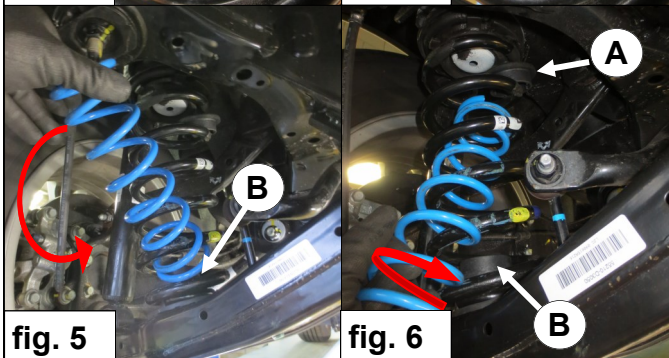

fig. 5
5. Breng de hulpveer **C** met een kantel beweging in de hoofdveer. Druk de veer bij het laatste stukje naar de zijkant van het voertuig voor makkelijkere montage. *Zie fig. 5 & 6.*
5. Tilt the auxiliary spring **C** into the main spring. Press the spring on the last stretch to the side of the vehicle for easier installation. *See fig. 5 & 6.*
5. Drehen Sie der Hilfsfeder **C** mit einer kippbewegung in der originale Hauptfeder. Drücken Sie die Hilfsfeder auf der letzten Strecke nach der Seite des Fahrzeugs für einfache Installation. *Siehe Fig. 5 & 6.*
5. Introduisez le ressort auxiliaire C avec un mouvement de basculement dans le ressort principal. Appuyez sur le ressort sur le dernier tronçon vers le côté du véhicule pour faciliter l'installation. Voir fig. 5 & 6.
5. Ta med ytterligare fjädern C med en lutande rörelse i huvud fjädern. Tryck på fjädern på den sista sträckan på sidan av fordonet för enklare installation. Se fig. 5 & 6.
5. Llevar el muelle auxiliar C con un movimiento de inclinación en el muelle real. Pulse la primavera en el último tramo al lado del vehículo para facilitar la instalación. Véase fig. 5 & 6.